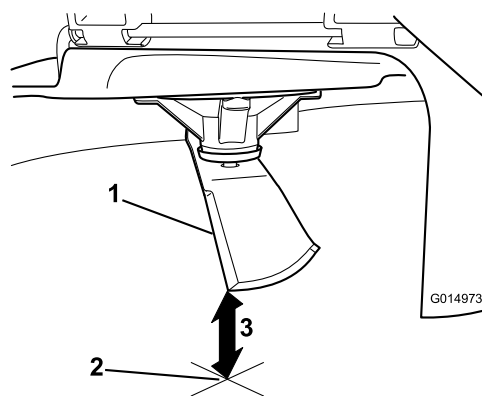

Figura 55
3. Mida desde la punta de la cuchilla hasta la superficie plana (**Figura 55**).